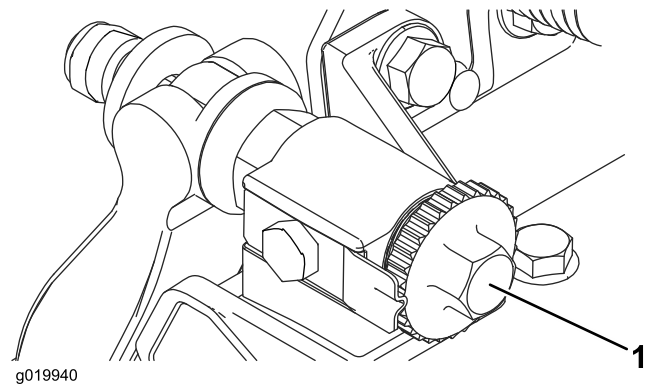

Рисунок 8
2. Поверните регулировочные винты планки неподвижного ножа против часовой стрелки, чтобы планка не касалась барабана (Рисунок 8).